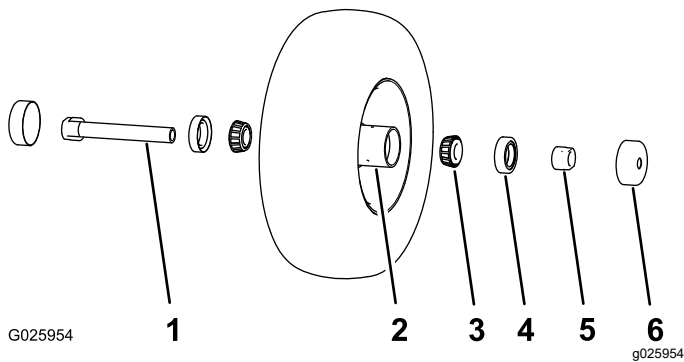

Figura 36
1. Retire los 2 protectores de los retenes del buje de la rueda (Figura 36).
- Retire 1 de las tuercas espaciadoras del eje de la rueda giratoria (Figura 36).
Nota: Observe que las tuercas espaciadoras llevan adhesivo de roscas para pegarlas al eje (Figura 36).
- Retire el eje (con la otra tuerca espaciadora aún montada en el mismo) del conjunto de la rueda giratoria (Figura 36).
- Haga palanca para extraer las dos juntas de cojinete (Figura 36).
- Retire ambos cojinetes e inspecciónelos en busca de desgaste o daños (Figura 36).
- Introduzca un cojinete en el buje de la rueda (Figura 36).
- Introduzca el retén del cojinete en el buje en el cojinete (Figura 36).
- Enrosque la tuerca del eje, con los segmentos planos para llave inglesa hacia fuera, en el extremo del eje que está preparado con el adhesivo de roscas (Figura 36).
- Introduzca el eje con la tuerca montada en él en la rueda, en el lado que contiene el retén nuevo y el cojinete (Figura 36).
- Introduzca el otro cojinete y un retén nuevo en la rueda (Figura 36).
- Instale los protectores de los retenes sobre el buje de la rueda (Figura 36).